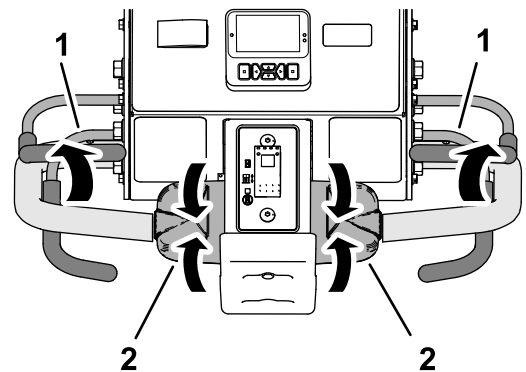

图 91
1. 松开牵引控制装置让其移动至空档位置松开操作员到位把手图 91。